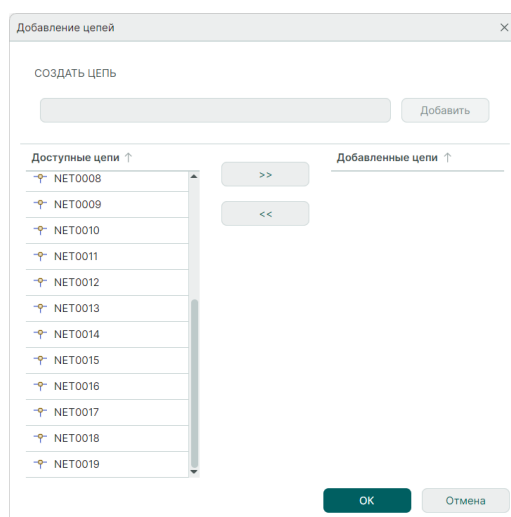

Рис. 179 Окно «Добавление цепей»
1) В окне редактора цепей шины в режиме «Список» нажмите кнопку «Добавление цепей». Откроется окно «Добавление цепей», см. Рис. 179.